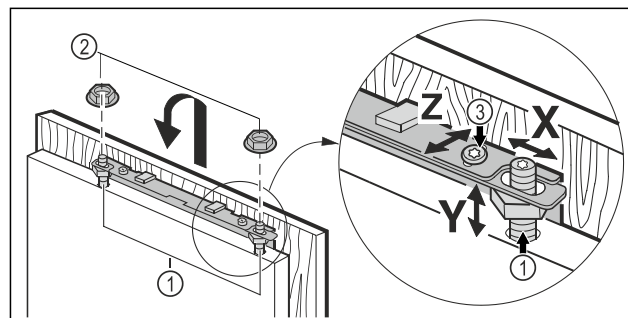

Fig. 44
- Accrocher la porte du meuble aux boulons de réglage Fig. 44 (1) et visser les contre-écrous Fig. 44 (2) sans serrer sur les boulons de réglage.
- Régler la porte du meuble à la hauteur Y et ajuster l'inclinaison latérale : Régler les boulons de réglage Fig. 44 (1) avec un tournevis.
- Serrer les contre-écrous Fig. 44 (3).